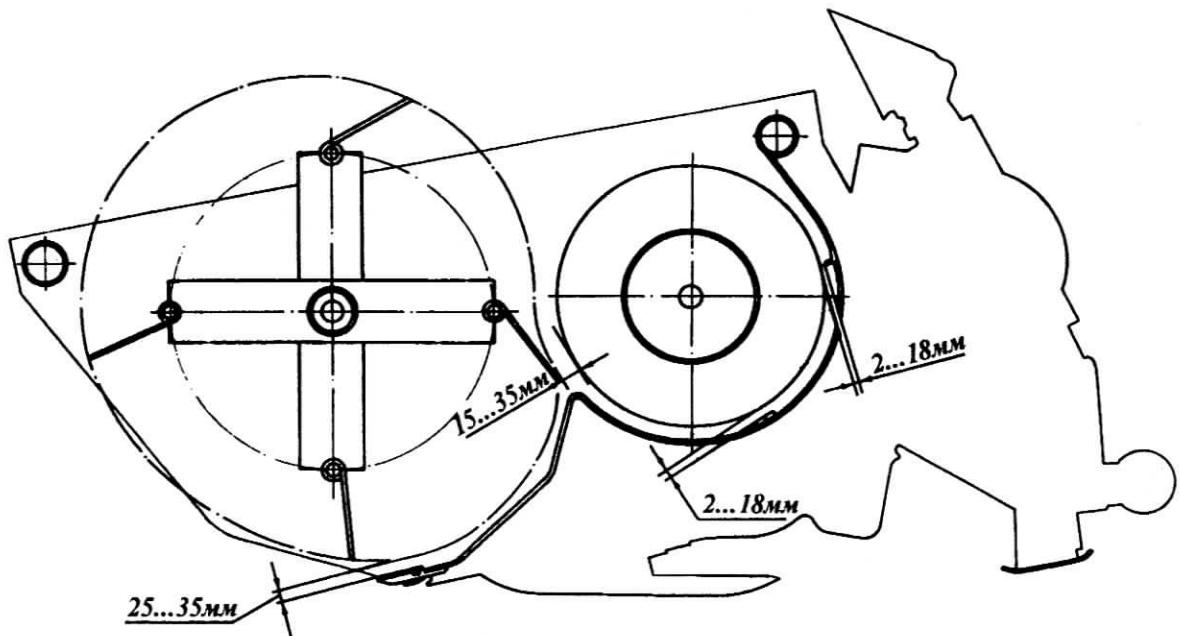

Рис.121 - Схема регулировок мотовила и шнека.
-зазоры между пружинными зубьями мотовила и шнеком, между пружинными зубьями и пальцами режущего аппарата (рис.121) и между торцами планок мотовила и правой боковой жатки;
-зазоры между шнеком и уголковым и нижним чистиками (рис.121).